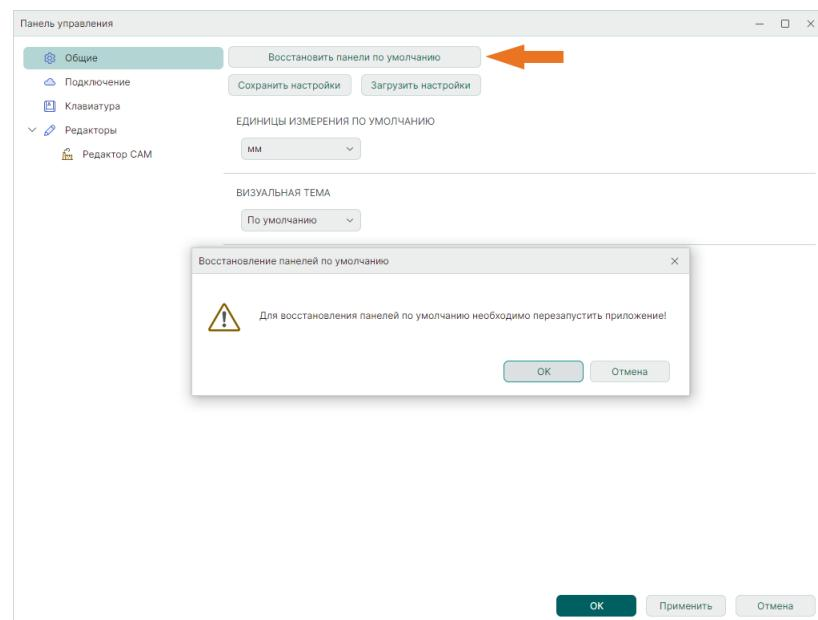

Рис. 66 Восстановление отображения функциональных
2. В окне «Восстановление панелей по умолчанию» нажмите «OK» и перезапустите программу, см. Рис. 66.